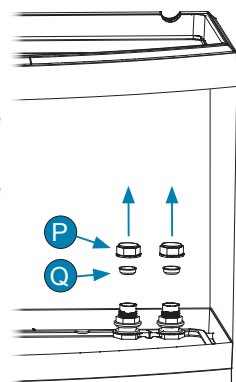

Fig. 1
- Dévisser manuellement le bouchon (P) et retirer le bouchon (Q) de l'ouverture (O) (Fig. 1). **IMPORTANT** : Conserver les bouchons (P) et (Q) pour l'usage ultérieur.
1. Dévisser manuellement le bouchon (P) et retirer le bouchon (Q) de l'ouverture (I) (Fig. 1). **IMPORTANT** : Conserver les bouchons (P) et (Q) pour l'usage ultérieur.